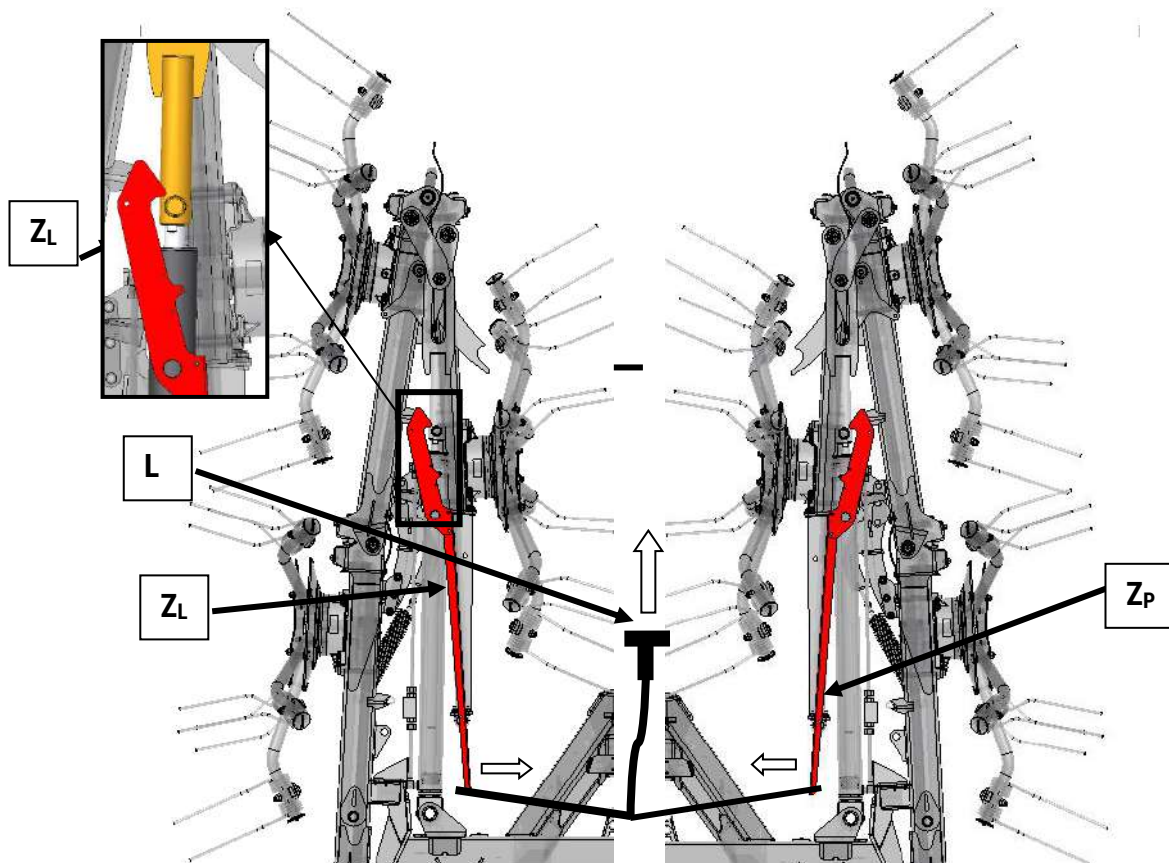

Рис. 15. Использование тросика (L) открытия транспортных защелок (Z_L и Z_P)
- ❑ с помощью троса **L** (Рис. 15) рассоединить обе защёлки **Z_L** и **Z_R** (Рис. 15) одновременно стягивая гидравлические сервомоторы.